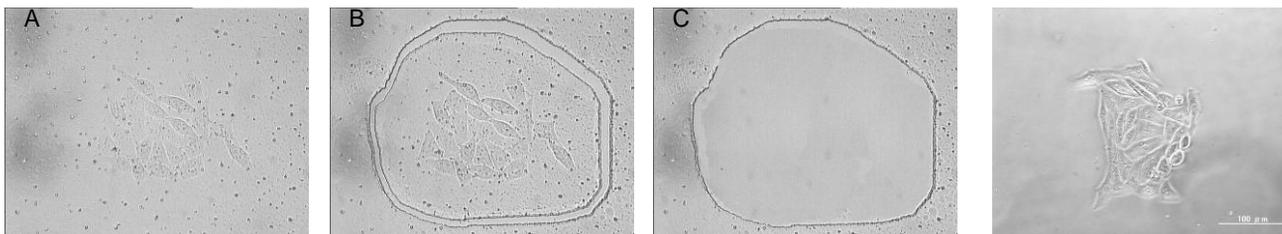

図3 HeLa細胞のコロニーをレーザーでカッティングし回収
- ① 滅菌したフォイル付きフレームに細胞懸濁液を約1ml載せる。
- ② フォイル付きフレームを10cmディッシュに入れ、細胞の状態を観察しながら、2~3日培養する。
- ③ 適当なサイズのコロニーまで成長したなら、細胞が培養されたフォイル付きフレームに滅菌したカバーガラスをかぶせて無菌状態を保ちながら、LMDにセットする。
- ④ 細胞回収用の容器にトリプシンを入れておく。
- ⑤ LMDのモニターで細胞を観察し目的のコロニーの周りをレーザーでカッティングする (図3)。
- ⑥ カッティングした後も細胞が載った膜は表面張力で浮いた状態になっているが、膜の端の方をレーザー照射すると下に落下し回収容器のトリプシンの中に回収される。
- ⑦ 細胞が回収された容器を装置から取出し、37度で5分程度インキュベーションし細胞を膜からはがす。